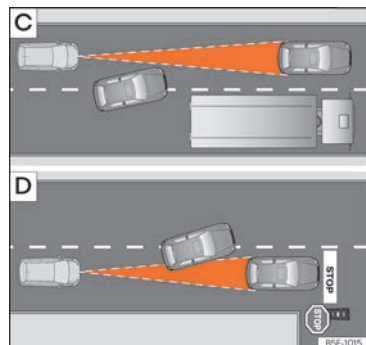

Abb. 119 **C**) Fahrspurwechsel eines anderen Fahrzeugs. **D**) Abbiegendes und weiteres stehendes Fahrzeug.
- Fahrzeuge, die in geringem Abstand auf die eigene Fahrspur wechseln »» (Abb. 119)
ACC reagiert nicht auf stehende Fahrzeuge. Wenn z. B. ein von der ACC erfasstes Fahrzeug abbiegt oder ausschert und sich vor diesem Fahrzeug ein stehendes Fahrzeug befindet, reagiert ACC nicht auf das stehende Fahrzeug »» (Abb. 119)